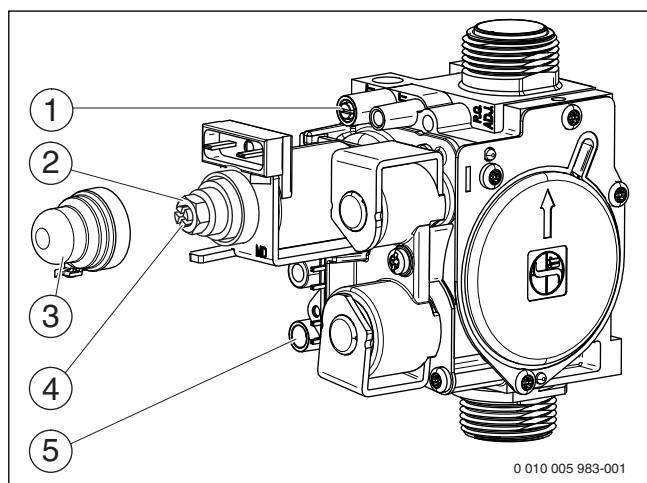

Рис. 31 Газовая арматура
- ▶ Отверните уплотнительный винт штуцера измерения давления на форсунках (рис. 31, [1]) и подсоедините U-образный манометр.
- ▶ Снимите крышку (рис. 31, [3]).
- ▶ Значение «*max*» давления (мбар) на форсунках приведено в таб. на стр. 43. Установите давление на форсунках регулировочным винтом максимального расхода газа (рис. 31, [2]). Поворот направо - больше газа, поворот налево - меньше газа.
- ▶ Значение «*min*» давления (мбар) на форсунках приведено в таб. на стр. 43. Установите давление на форсунках регулировочным винтом минимального расхода газа (рис. 31, [4]).
- ▶ Выключите котёл и закройте газовый кран, отсоедините U-образный манометр и заверните уплотнительный винт (, [1]). Рис. 31
- ▶ Отверните уплотнительный винт на штуцере измерения подаваемого давления газа (рис. 31, [5]) и подсоедините манометр.
- ▶ Установите и опломбируйте крышку (рис. 31, [3]).